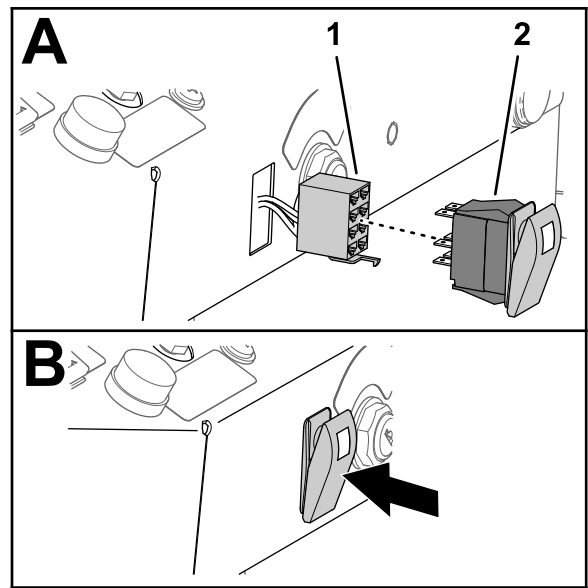

Bild 33
2. Fluchten Sie den 8-Buchsen-Stecker für den Warnblinkanlagenwechsler durch die Öffnung im Armaturenbrett (Bild 33) aus, das Sie in Schritt 1 gemacht haben.
3. Stecken Sie den beleuchteten Kippschalter in den 8-Buchsen-Stecker für den Warnblinkanlagenwechsler (Bild 33).
4. Setzen Sie den Kippschalter in die Öffnung im Armaturenbrett ein, bis der Schalter im Armaturenbrett einrastet (Bild 33).